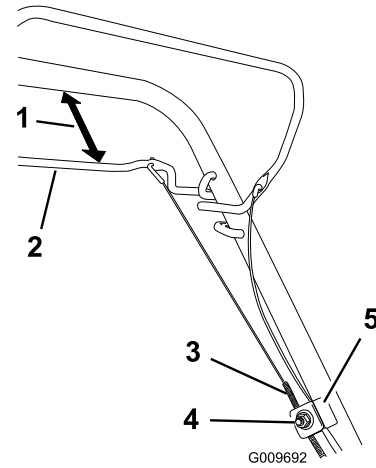

Bild 24
1. Lösen Sie die Kabelstützenmutter (Bild 24).
2. Halten Sie den Selbstantriebsbügel 25 mm bis 38 mm vom Holm entfernt (Bild 24).
3. Ziehen Sie den Kabelmantel (zur Maschine), bis das Kabel stramm ist (Bild 24).